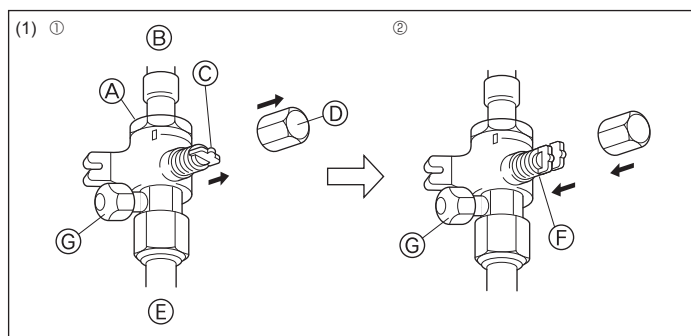

Fig. 4-12
- Убедитесь в том, что запорные краны ④ и ⑤ закрыты, и не открывайте их.
- Подайте давление в трубопроводы хладагента через служебное отверстие ③ запорного крана жидкости ④ и запорного крана газа ⑤.
- Если на этапах (2) или (3) наблюдается снижение давления, происходит утечка газа. Найдите источник утечки газа.
- Страна с газом (Fig. 4-12)